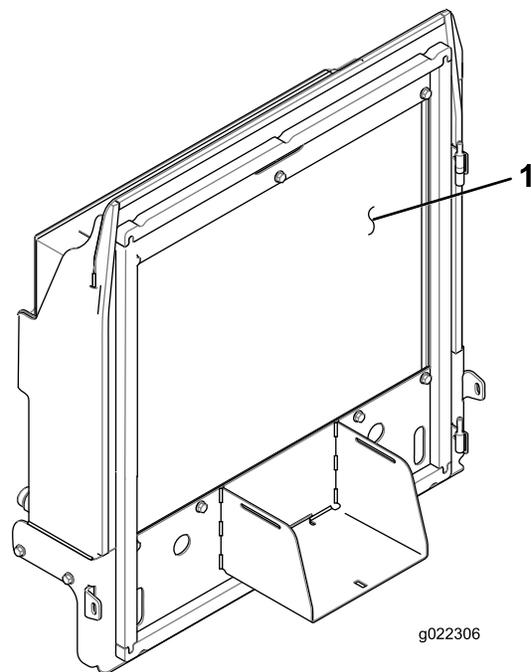

図 65
4. ラジエーターとオイルクーラーの裏表(図 65)を圧縮空気で丁寧に清掃する。